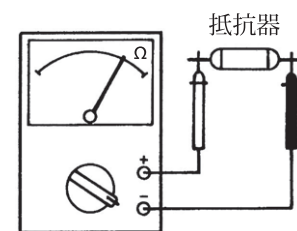

図 5-8
- ③ゼロオーム調整ができれば、テストリードの先端を抵抗器などに接続して測定します。〔図5-8〕
- ④ Ω 目盛上の指示値に一定の倍率を乗じて読みます。